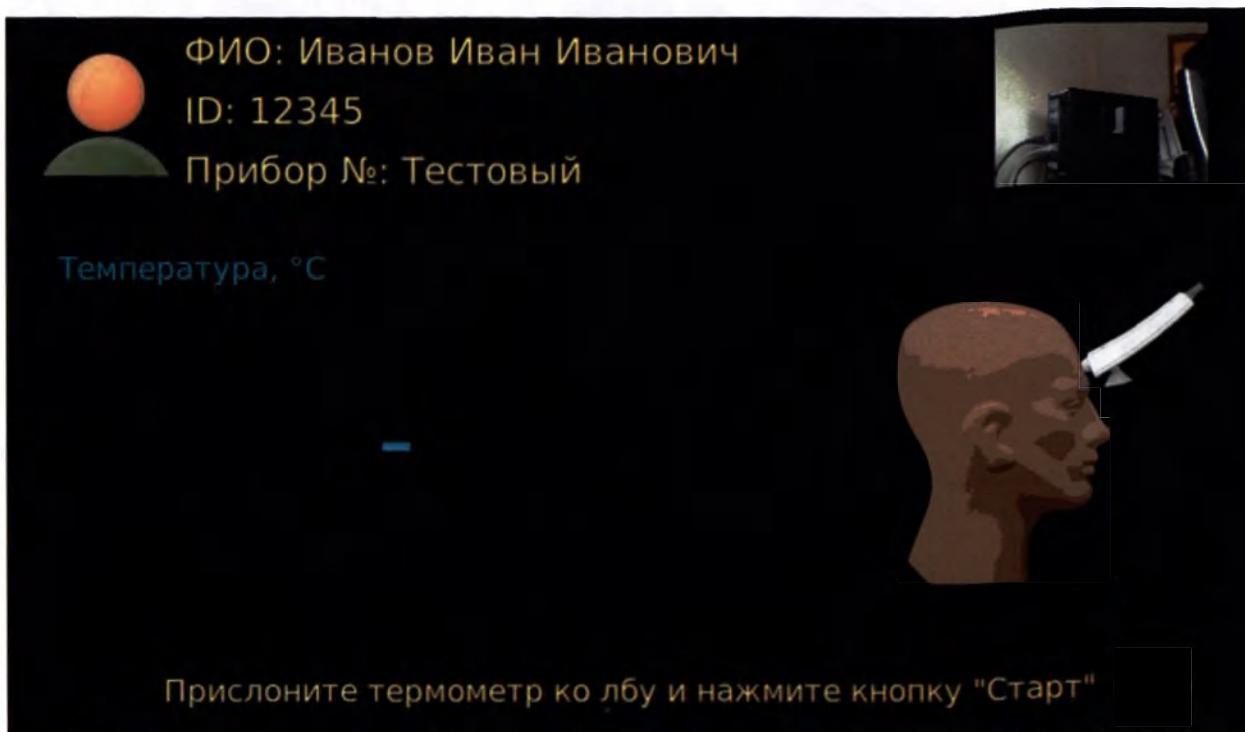

Рисунок 32 – Подготовка к измерению температуры бесконтактно
3. Прислоните ВИК ко лбу в соответствии с рекомендациями на экране (рисунок 32).